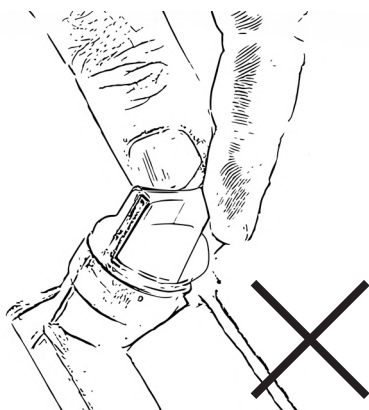

Figure 14
Ne jamais tourner le bouchon de remplissage d'huile avec la jauge connectée dans le filetage lors de la lecture du niveau d'huile. Cela conduit à un résultat de mesure erroné, fig. 14.
- Plongez complètement la jauge dans l'huile. Ne vissez jamais la jauge dans le filetage, fig.14.